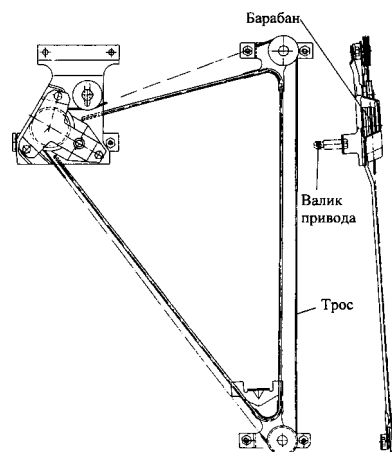

Рис. 249. Стеклоподъемник тросовый
**Окна дверей** включают опускающиеся стекла и поворотные форточки, которые разделены между собой неподвижными стойками. Стекла дверей — закаленные, полированные. Термообработка обеспечивает прочность стекол, а при ударе стекло разбивается на мелкие тупые осколки. Опускающиеся стекла 5 (рис. 249) дверей перемещаются вверх и вниз по направляющим, в которые установлены резиновые уплотнители.
**Стеклоподъемник окна двери** (рис. 249) с тросовым приводом, крепится к внутренней панели двери шестью винтами. Механизмы правого и левого стеклоподъемников взаимозаменяемы.